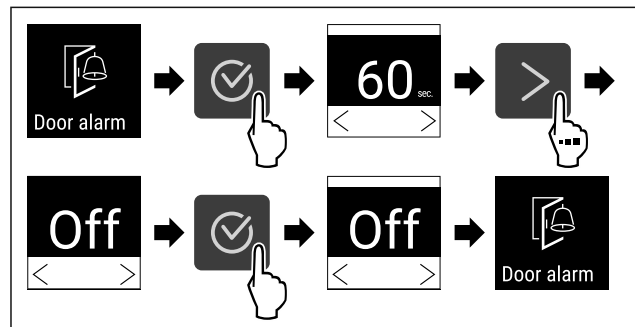

Fig. 89
- ▶ Efectuați pașii de acțiune (vezi Fig. 89) .